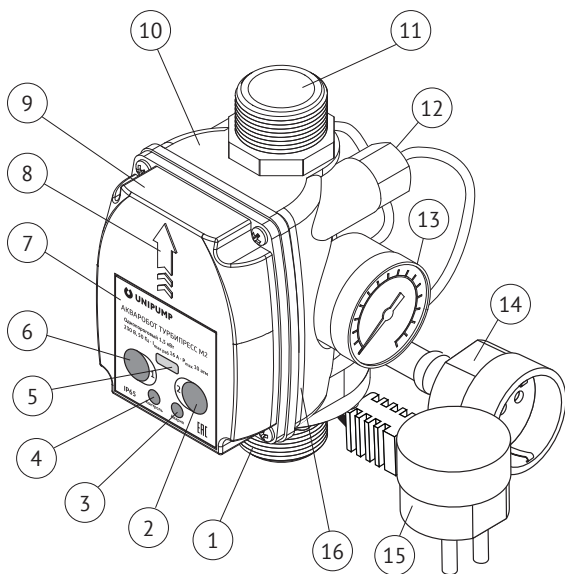
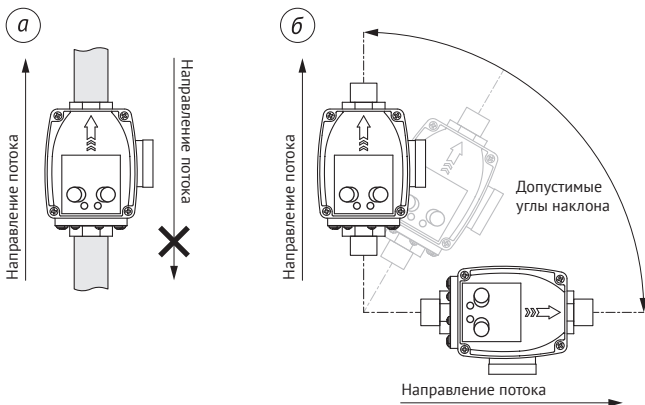

Рисунок 1 - Общее устройство Блока
Рисунок 2 - Способы установки Блока: а) относительно направления потока; б) относительно горизонтали
Направление стрелки на защитной крышке Блока (см. рисунок 1, поз. 8) должно соответствовать направлению потока жидкости в трубопроводе (см. рисунок 2а). Блок допускается устанавливать горизонтально, вертикально или под углом (см. рисунок 2б).
- открутите винты и снимите защитную крышку Блока (см. рисунок 1, поз. 9) вместе с уплотнительной резиновой прокладкой (см. рисунок 1, поз. 16);
- соедините земляные жилы (PE) кабеля насоса и сетевого кабеля с помощью соединительного изолирующего зажима (колпачок СИЗ) в соответствии со схемой на рисунке 4;
- после завершения электрического подключения, установите резиновую прокладку и защитную крышку на прежние места. Зафиксируйте крышку винтами. Затяните зажимные гайки на кабельных вводах (см. рисунок 1, поз. 12).